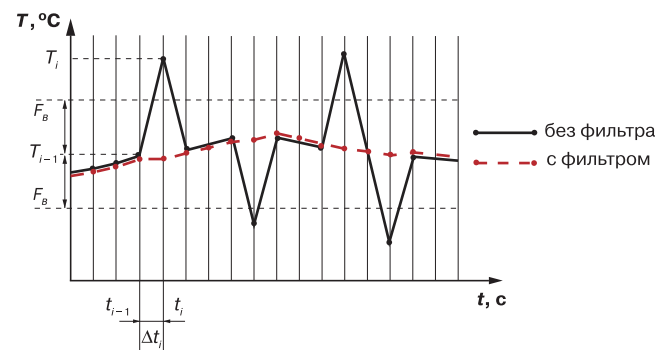

Рис. 8
3.2.4.2. Цифровой фильтр осуществляет подвдение помех в две ступени. На первой ступени фильтр устраняет сильные единичные помехи (рис. 8). Прибор сравнивает скорость изменения
F_{Φ} , последнее измерение T_i игнорируется и заменяется предыдущим T_{i-1} (рис. 8).